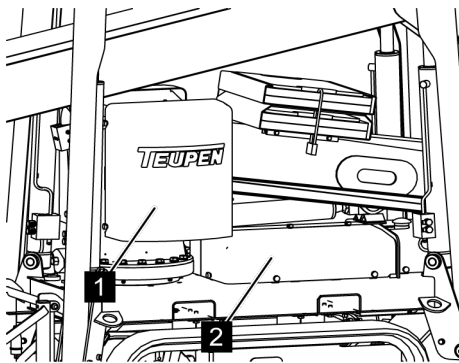

Fig. 94: Enlever les capots
2. → Desserrer les vis moletées des capots (Voir la Fig. 94/1 et 2), et enlever les capots.